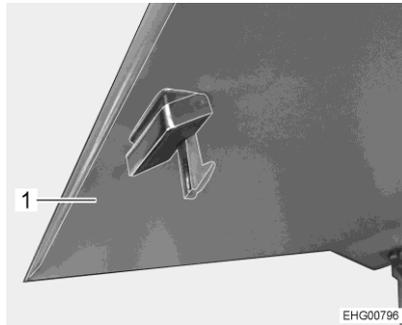

Fig. 68 Trampilla de muebles
- Presionar la trampilla de mueble (Fig. 68,1) hacia dentro. La trampilla de mueble se desbloquea.